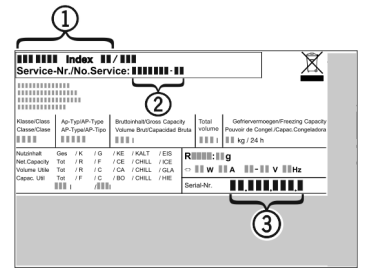

Fig. 11
- Leggere la denominazione dell'apparecchio Fig. 11 (1), il n° assistenza Fig. 11 (2) e il n° di serie Fig. 11 (3) sulla targhetta identificativa. La targhetta identificativa è situata all'interno dell'apparecchio, sul lato sinistro.
- Informare il servizio di assistenza e comunicare il difetto, la denominazione dell'apparecchio Fig. 11 (1), il n° assistenza Fig. 11 (2) e il n° di serie Fig. 11 (3).